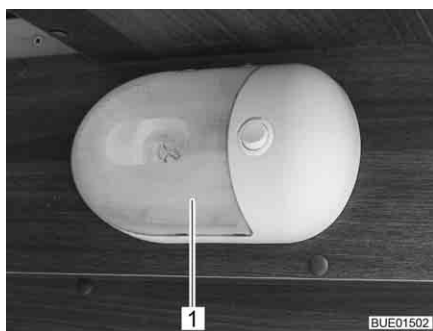

Fig. 249 Eclairage du garage
- Presser le couvercle transparent (Fig. 249,1) avec précaution des deux côtés, l'éloigner légèrement du commutateur et le retirer par l'avant.